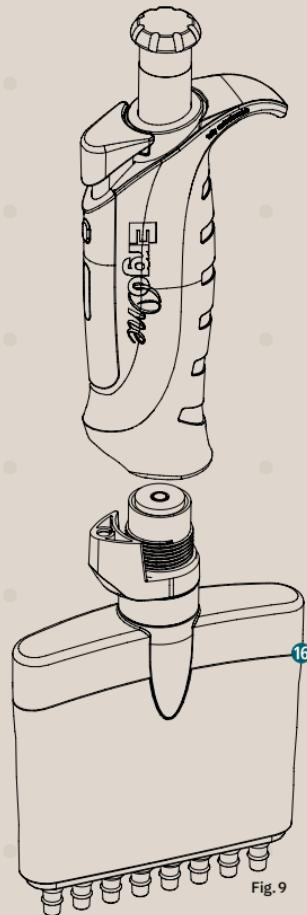

Fig. 9
- Dévissez toute la partie inférieure ⑯ la tournant dans le sens horaire des aiguilles d'une montre (Fig. 9).